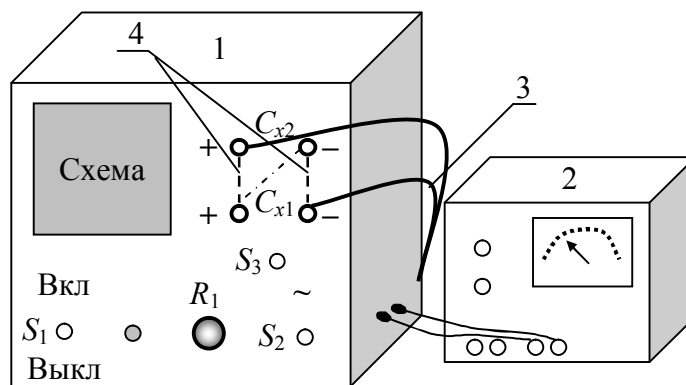

Рис.211.1
Внешний вид установки представлен на рис.211.1. Электрическая схема смонтирована в блоке 1. Напряжение на конденсаторах измеряется с помощью вольтметра 2.
Подключение конденсаторов неизвестной емкости  $C_x$  к эталонному обеспечивается кабелем 3. Конфигурация параллельного или последовательного подключения конденсаторов неизвестных емкостей  $C_{x1}$  и  $C_{x2}$  обеспечивается кабелем 4. В качестве примера на рис.211.1 штриховыми линиями показано параллельное подключение конденсаторов (кабелем 4 соединены обкладки одного знака). Если кабелем 4 соединены обкладки
1. Включите блок 1 в цепь (рис.211.1).
12. Соедините конденсаторы с электрическими емкостями  $C_{x1}$  и  $C_{x2}$  параллельно (рис.211.1) с помощью кабеля 4 (замыкаются обкладки одного знака), и выполните все измерения, указанные в пунктах 6-10. Результаты измерений занесите в таблицу 211.2.
13. Соедините конденсаторы с электрическими емкостями  $C_{x1}$  и  $C_{x2}$  последовательно (рис.211.1) с помощью кабеля 4 (замыкаются обкладки разных знаков), и выполните все измерения, указанные в пунктах 6-10. Результаты измерений занесите в таблицу 211.2.